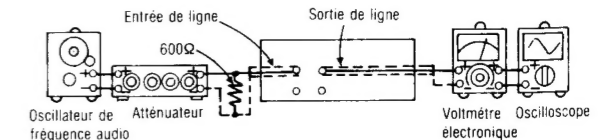

Fig. 6
1. Le raccordement de l'équipement d'essai est montré à la Fig. 6.
1. Le raccordement de l'équipement d'essai est montré à la Fig. 6
6. Si elle n'est pas en deçà de la normale, régler VR3 (canal de gauche) [VR4 (canal de droite)] et répéter les étapes (2), (3) et (4) jusqu'à ce que la puissance de sortie soit en deçà de la normale.